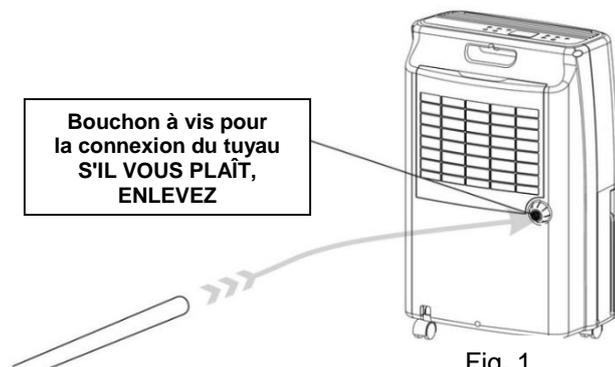

Fig. 1
- 3.2. Desserrez le bouchon à vis sur le côté arrière droit du déshumidificateur et soulevez-le bien ! (Voir Fig. 1)